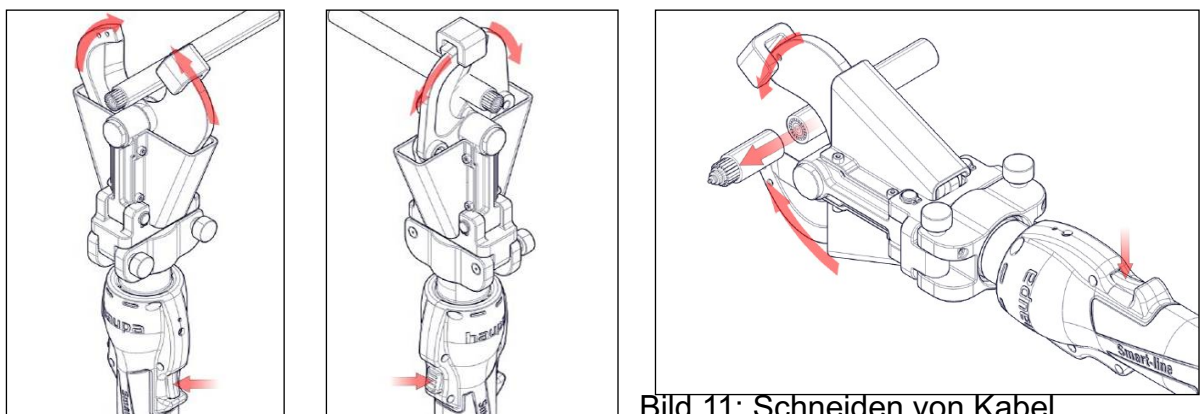

Bild 11: Schneiden von Kabel
- Drücken Sie die Starttaste, um das Kabel zu schneiden, und die Rücklauttaste, um das Kabel/Schneidmaterial aus dem Arbeitsbereich herauszunehmen, siehe Bild 11 unten: